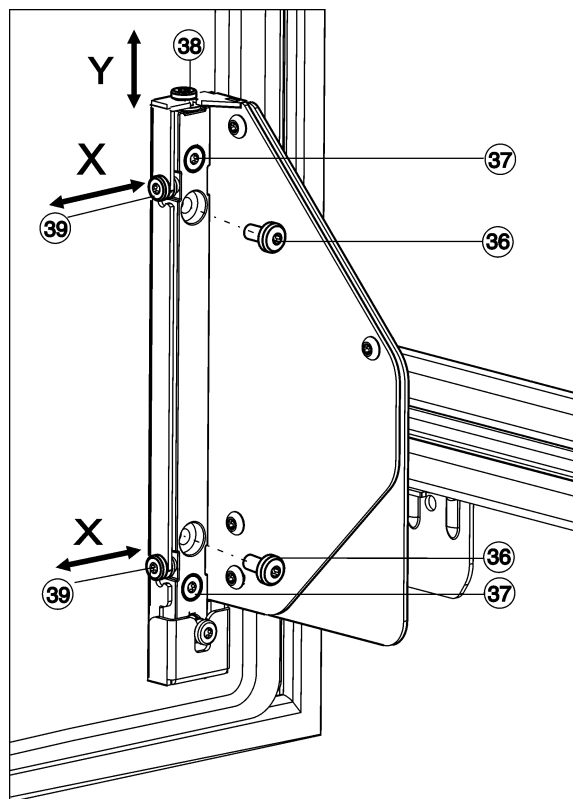

Fig. 27
- ▶ Kompletně vyšroubujte šrouby Fig. 27 (36) ven.
- ▷ Zlikvidujte šrouby Fig. 27 (36), nebudete je už potřebovat.
- ▶ Šrouby Fig. 27 (37) uvolněte pouze o 1 až 2 otočení.
- ▶ Otáčejte stavěcím šroubem (38). Ve směru hodinových ručiček: Dvířka se pohybují max. 4 mm nahoru. Proti směru hodinových ručiček: Dvířka se pohybují max. 2 mm dolů.
- ▶ Všechny šrouby Fig. 27 (37) opět pevně utáhněte.
- ▶ V případě, že šrouby Fig. 27 (36) jsou ještě na místě, zcela je vyšroubujte ven.
- ▶ Stavěcí šrouby Fig. 27 (39) seřizujte podle požadovaného bočního směru justáže.
- ▶ Po ukončení boční justáže šrouby Fig. 27 (37) opět pevně utáhněte.